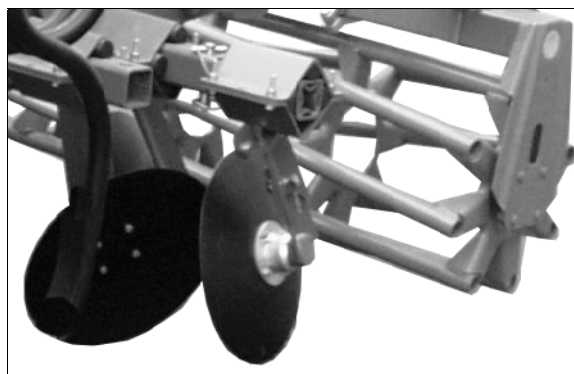

Fig. 18
- Begge randtallerkener kan skubbes helt ind og sikres forud for transport (Fig. 18).